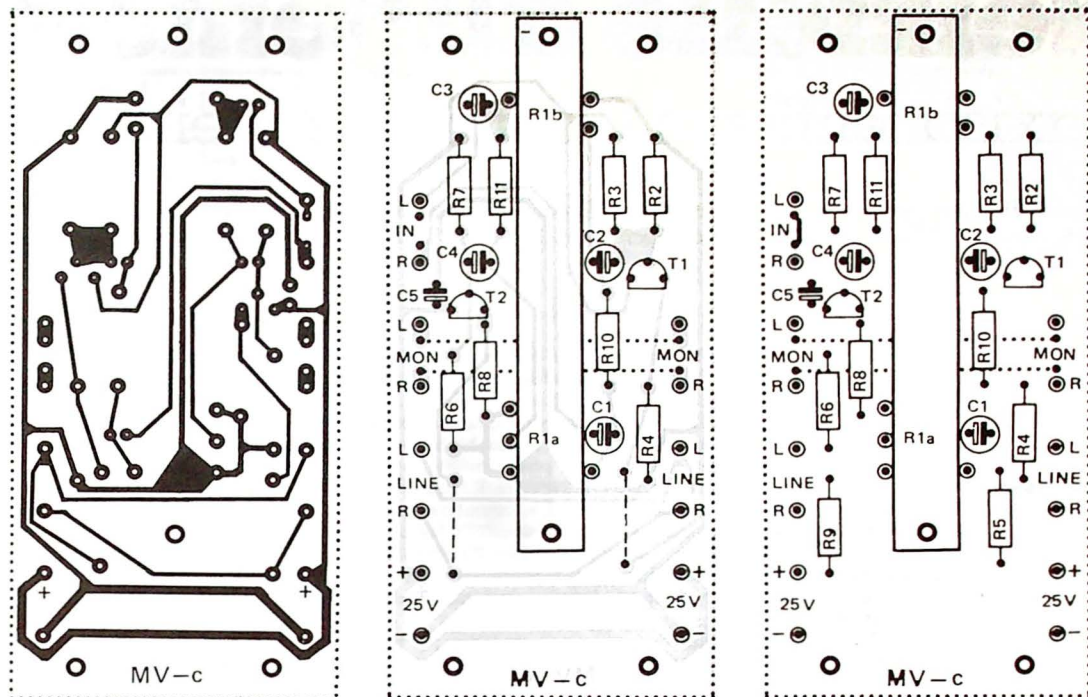

Bild 7, 8, 9. Printlayout und die beiden Bestückungspläne des Prints als Balance- (Mitte) und Panorama-Einsteller (rechts).
- 1 x Print nach Bild 7/8/9
Für Zweiweggleichrichtung ist ein Netztransformator mit zwei gleichen Sekundärwicklungen erforderlich, wenn zwei symmetrische Spannungen mit inverser Polarität erzeugt werden sollen. Für solche Zwecke gibt es auch Trafos, die eine sogenannte Sekundärwicklung mit Mittelanzapfung haben (Bild 7). Im Unterschied zu der Schaltung Bild 2 (Teil 1) fehlt hier die Last, dafür sind die Ladekondensatoren eingezeichnet, aber dies ist nebensächlich. Wichtig ist die Erweiterung um zwei Dioden, die jetzt auch die negativen Halbwellen an beiden Wicklungsenden nutzen, es sind die Dioden D1 und D4 in Bild 7. Sie arbeiten gemeinsam auf den Ladekondensator C2, an dem die geglättete, negative Spannung entsteht.
**Bild 7.** Hat der Netztrafo eine Mittelanzapfung, so kann man mit nur vier Dioden, wie bei einer einfachen Schaltung mit Brückengleichrichter, zwei symmetrische Spannungen erzeugen, die beide zweiweggleichgerichtet sind.